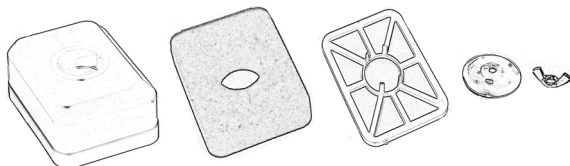

Bild 22
- Vrid försiktigt ur filtret och låt det torka. Bild 22.